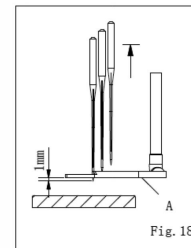

Fig. 18
1. 当针棒于上定位时, 上勾针 (A) 之底部高于左针之针尖约 1mm, 此为上勾针之高度 (图 18)。